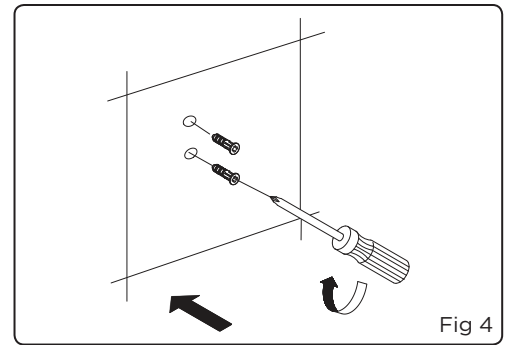

Fig 4
4. Insert the plastic wall anchors into the four holes. You may need to tap them lightly into position with a hammer (Fig 4).
Insérer les manchons en plastique dans les quatre trous. Il faudra peut-être frapper légèrement sur les manchons à l'aide d'un marteau pour les insérer en place (fig. 4).
Inserte los sujetadores plásticos en los orificios. Martíllelos suavemente si fuera necesario (fig. 4).